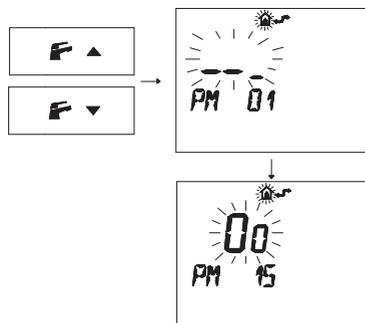

Fig. 5.33
- Premere i pulsanti **F** \blacktriangledown o **F** \blacktriangle per visualizzare la programmazione "PM15" abilitazione della sonda esterna (Fig. 5.33).